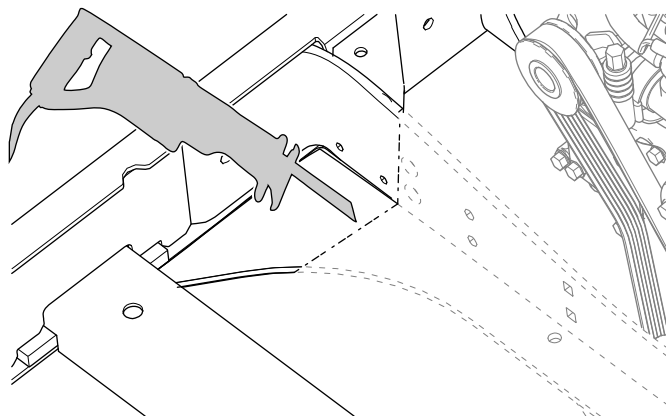

Figura 10
3. Utilizzate un seghetto alternativo per tagliare in modo diretto il metallo lungo le linee contrassegnate (Figura 10). Se necessario, utilizzate una levigatrice per essere sicuri che i tagli siano a filo con il bordo.